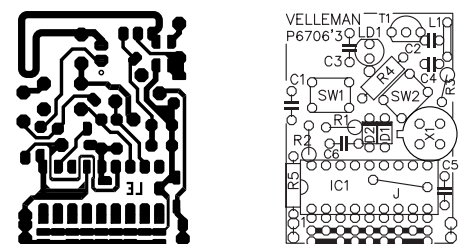

Figure 4. L'électronique de l'émetteur prend place sur cette seconde platine.
- **scankb** : le clavier volubile débranche le clavier ordinaire du PC, l'interroge lui-même et répercute à l'écran en hexadécimal toute action sur l'une de ses touches aussitôt qu'elle est relâchée (voyez à la **figure 4**). La seule façon de quitter le mode opératoire *scankb*, c'est de presser la touche de raccourci 0. (Attention, comme la réception d'un bit exige l'exécution de plusieurs instructions, la période d'horloge du clavier du PC ne peut pas être inférieure à 60 μ s).
Figure 4. La commande « scankb » en action. Les premiers codes « F0 5A » sont la conséquence du retour au repos de la touche Entrée, ensuite on presse et on relâche successivement Entrée, Espace, F10, Rappel arrière et Contrôle. On quitte la séquence par la touche de raccourci « 0 ».